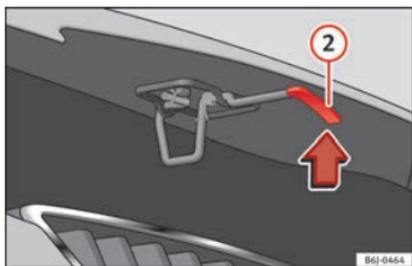

Fig. 9
- Levantar el capó: haga presión hacia arriba sobre el saliente situado debajo del capó » » fig. 9 ②. El gancho de sujeción queda desbloqueado.